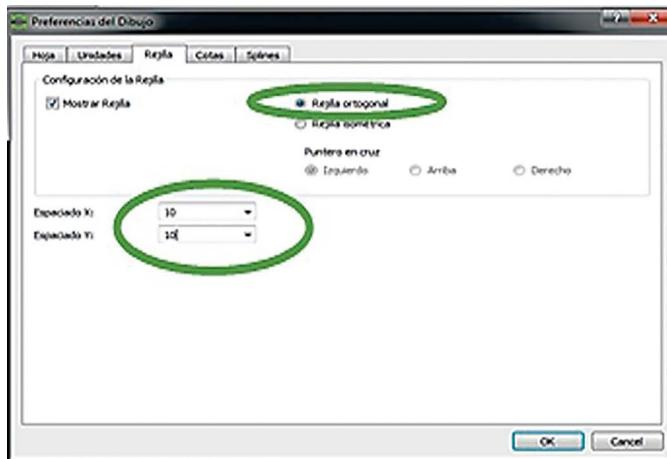

Fig. 9.19 Preferencias de la opción 'Rejilla'
- c) En 'Rejilla', con la opción 'Mostrar rejilla ortogonal' activada, mantiene el espacio entre X y Y: Espaciado X: 10 y Espaciado Y: 10, que por defecto trae el LibreCAD (fig. 9.19).